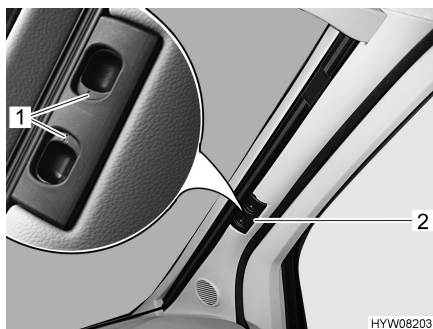

Bild 17 Plisségardin för vindrutan
- Tryck in låshandtagen (Bild 17,1) och håll dem intryckta.
- Håll plisségardinen för vindrutan i handtaget (Bild 17,2) och dra den mot fönstrets mitt.
- Skjut de två hälfterna av plisségardinen för vindrutan utåt så långt det går, ta tag i handtaget (Bild 17,2).
- Släpp låshandtagen (Bild 17,1) och låt dem haka fast.